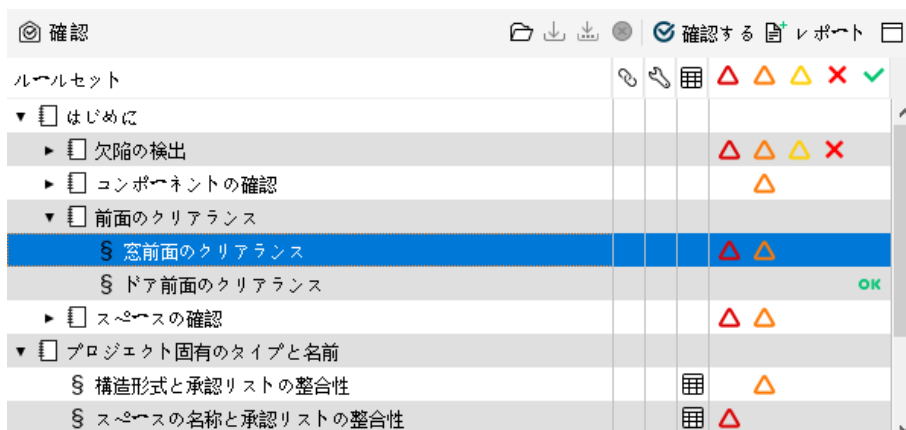

図 60. 窓前面のクリアランスのルール
- ① 確認ビューから「前面のクリアランス」を開き、「窓前面のクリアランス」を選択します。(図 60 を参照)